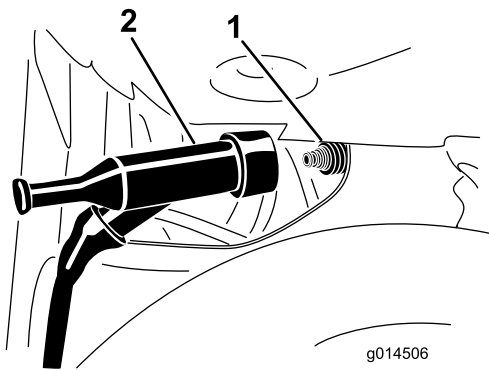

Figura 45
- Desconecte el cable de la bujía del terminal de la bujía (Figura 45).
4. Conecte el cable de la bujía a presión en el terminal de la bujía (Figura 45).